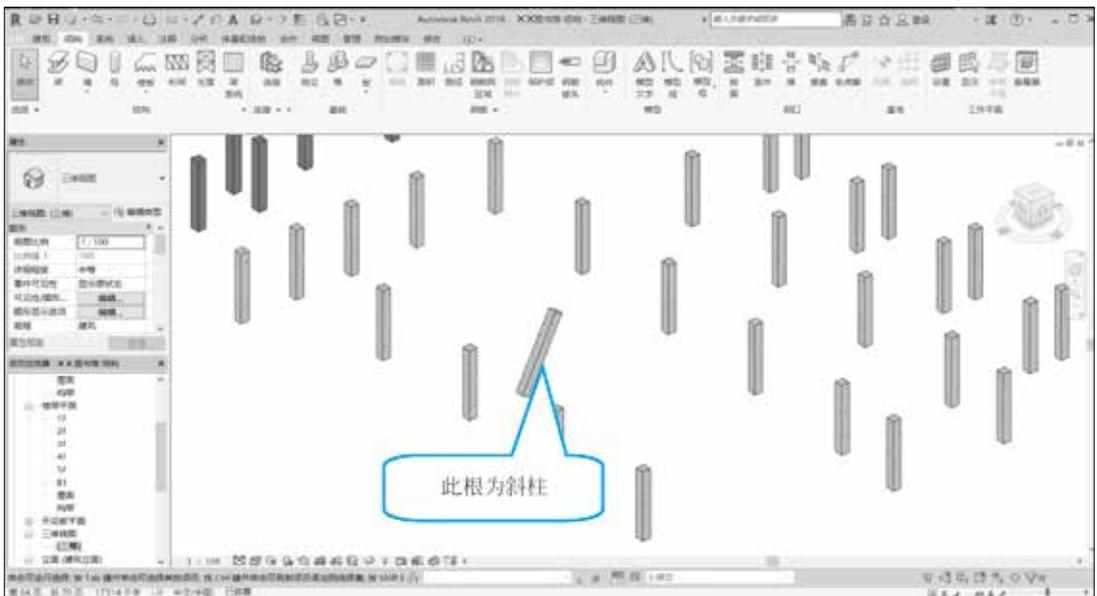

图 3.1.9 三维视图
(9) 选择“项目浏览器”中的“三维视图”→“三维”选项, 将显示三维的柱, 如图 3.1.9 所示。